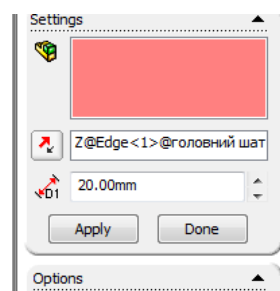

Рис. 7.3.16.
12. Створіть рознесений вид збірки. Для цього запустіть команду  **РОЗНЕСЕНИЙ ВИД**. Зліва у меню команди опустіться і знайдіть поле **НАПРАВЛЕНИЕ РАЗНЕСЕНИЯ** (Explode direction) і у ньому укажіть одну з вертикальних кромек шатунів (рис. 7.3.16). У полі **Расстояние** (Distance) укажіть 70. Унизу також поставте галочку навпроти опції **Выделять детали подборок** (Select Sub-Assembly part's)